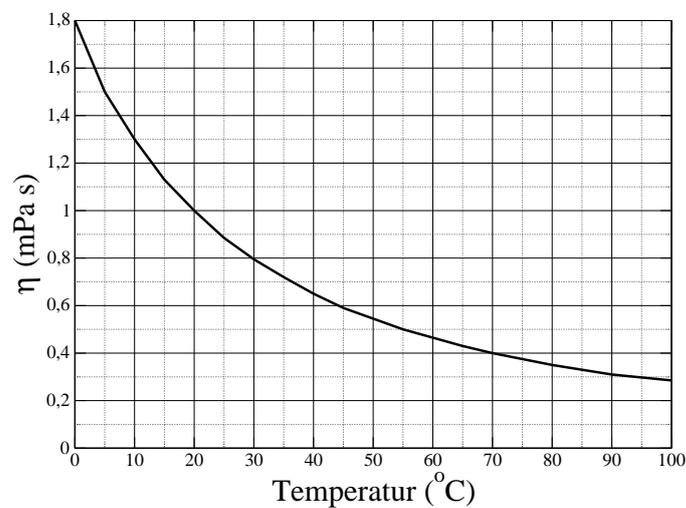

Abbildung 8: Temperaturabhängigkeit der Viskosität von Wasser
Berechnen Sie die kinematische Viskosität ν nach Gleichung (13) und daraus die dynamische Viskosität η nach Gleichung (4). Vergleichen Sie die Werte mit den Literaturwerten zu den gegebenen Temperaturen aus Abbildung 8.